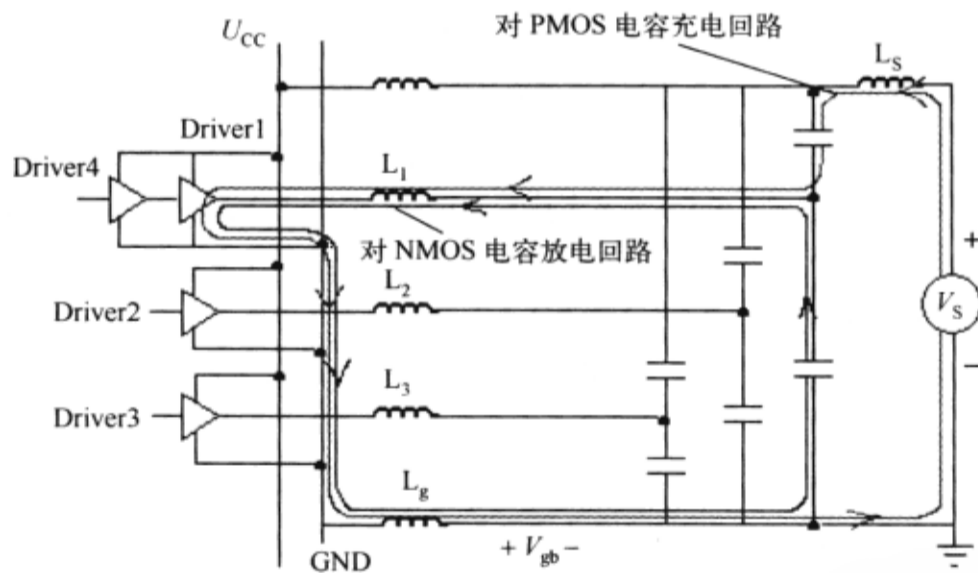

图 1-12-12 1→0 开关状态下的 off-chip 回流路径
2) 芯片外部开关噪声 下面再分析一下 off-chip 的情况（见图 1-12-12），它和 on-chip 最显著的区别在于计算开关噪声时需要考虑信号线的电感，而且对于不同的开关状态其电流回路也不同，1→0 跳变时，回流不经过封装的电源引脚；0→1 跳变时，回流不经过封装的地引脚。类似前面的分析，可计算由于封装电感的影响造成的电压降为（不考虑系统电源电感）